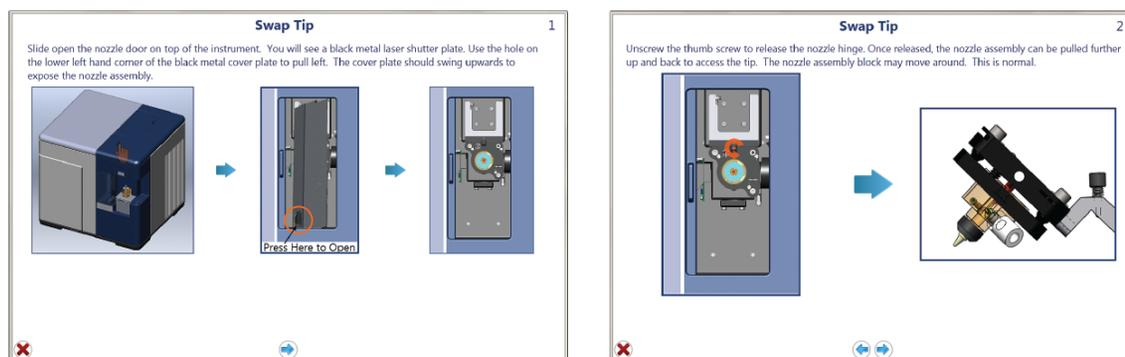

Рис. 99. Окно «Мастера» замены наконечника
1. В закладке Setup and Maintenance выберите **Swap Tip (Заменить наконечник)**. Откроется программа Swap Nozzle Tip Wizard (Рис. 99). Выполните инструкции, предоставляемые программой.